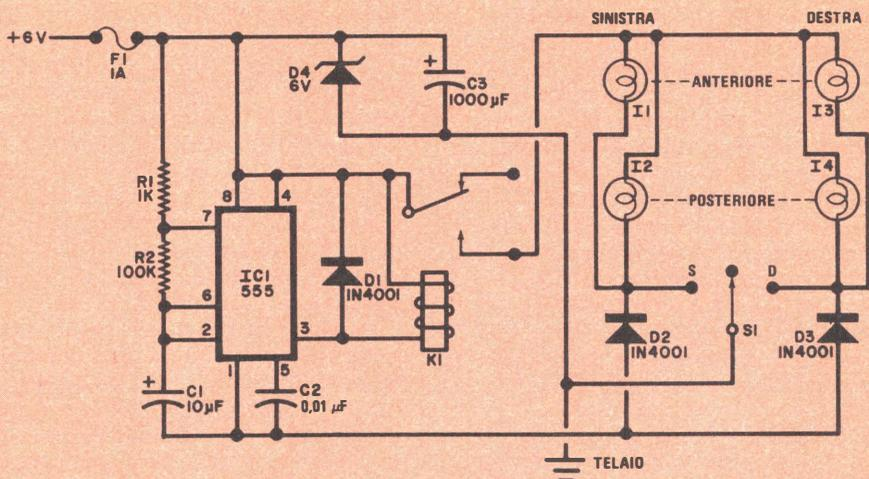

Fig. 1 - Quando il piedino 1 di IC1 viene collegato a massa per mezzo di S1, il temporizzatore 555 genera impulsi di 1 Hz per aprire e chiudere il relè K1.
**Come funziona** - Come si può rilevare dalla *fig. 1*, nel circuito viene usato un temporizzatore 555 (IC1) per generare impulsi di 1 Hz. Si noti che questo circuito